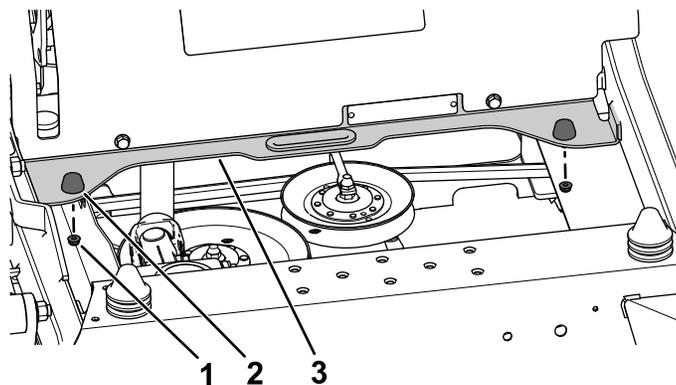

Figure 11
- Retirez les 2 contre-écrous ( $\frac{1}{4}$ ") des butées en caoutchouc sur le renfort transversal (Figure 11). Conservez les 2 contre-écrous ( $\frac{1}{4}$ ").